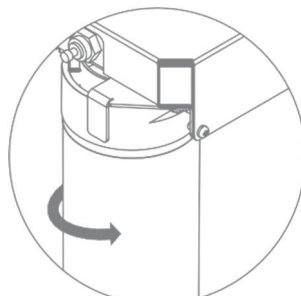

Рис. 18
4. Поверните картридж против часовой стрелки для его фиксации крышке системы (рис. 18). После фиксации картриджа в крышке наклейка на картридже должна быть расположена строго по центру лицевой части системы.